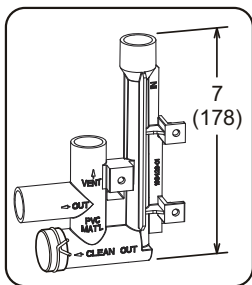

FIGURA 53
- 3 - Instale la tapa sobre la abertura de limpieza en la base de la trampa. Sujétela con una abrazadera. Ver la FIGURA 53.
- 4 - Instale la trampa de drenaje con los accesorios de PVC apropiados y aplique pegamento a todas las uniones. Aplique pegamento a la trampa de drenaje proporcionada como se muestra en la FIGURA 53. Dirija la línea de condensado a un drenaje abierto.